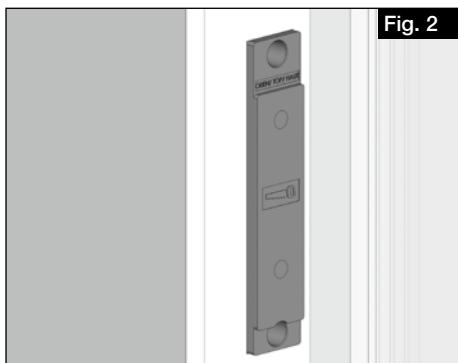

Fig. 2
1. Enlever le cache du cadre de la grille murale extérieure, par exemple avec un outil multifonction (voir fig. 2).